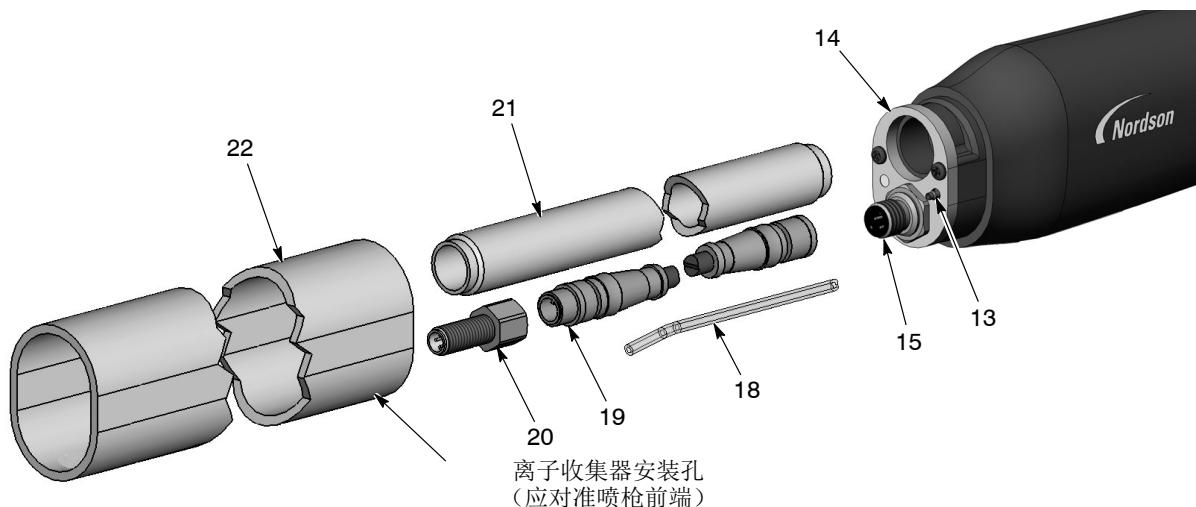
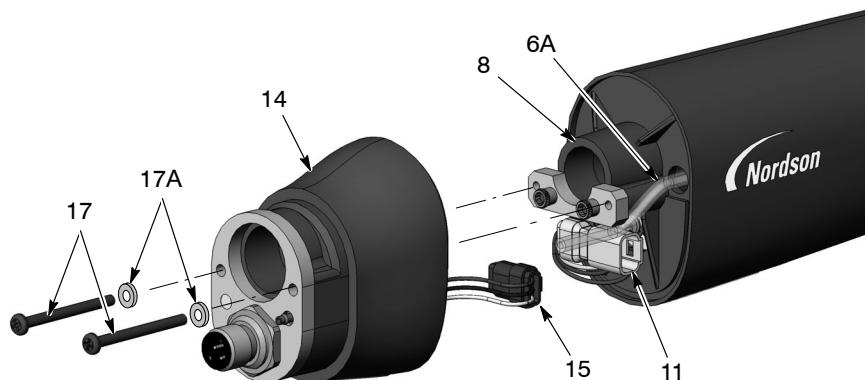
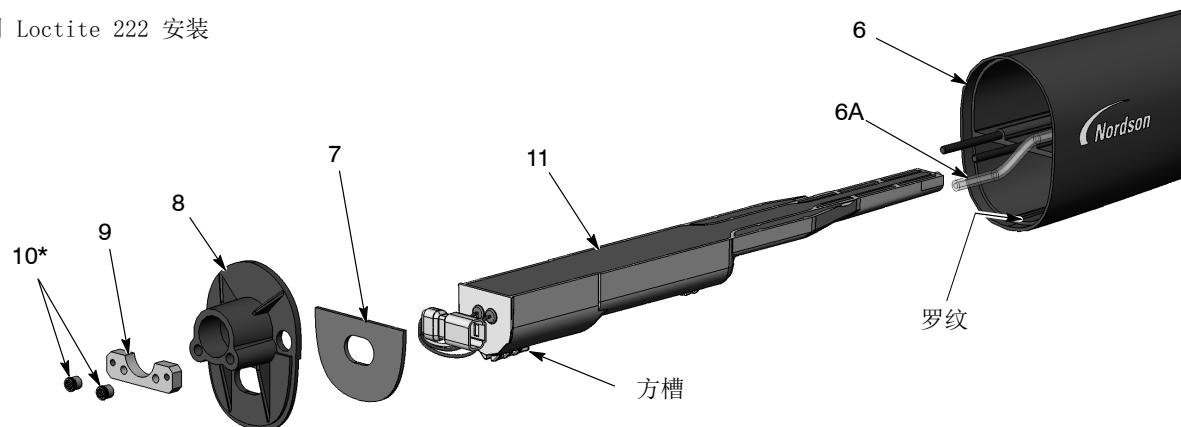

图 18 管座喷枪拆卸 (2/5)
图 19 管座喷枪拆卸 (3/5)
图 20 管座喷枪拆卸 (4/5)
7. 请参见图 18。将安装管（22）从后部枪体组件（14）和固定管（21）上拉出。
12. 请参见图 19。从后部枪体 (14) 上拆下两个内六角螺钉 (17) 和止动垫圈 (17A)。
13. 小心地将后部枪体从隔板 (8) 上拉得足够远，使电源线束 (11) 与插座线束 (15) 断开，并将过滤器组件管 (6A) 与后部枪体中的倒钩接头断开。
14. 请参见图 20。使用 $\frac{1}{8}$ 英寸六角扳手，从隔板 (8) 上卸下两个内六角螺母 (10) 和螺钉板 (9)。然后从枪体 (6) 上拆下隔板，使电源线束穿过隔板。
1. 请参见图 20。将电源 (11) 安装到枪体 (6) 中，确保枪体罗纹与电源上的方槽匹配。将电源牢固地插入枪体。
2. 将电源线束穿过隔板 (8)，然后将隔板和螺钉板 (9) 安装在枪体螺柱上。将 Loctite 222 螺纹锁固胶涂到内六角螺母 (10) 上并将其拧到螺柱上。使用 $1/8$ 英寸六角扳手将螺母拧至 $0.45 \text{ N}\cdot\text{m}$ (64 英寸-盎司)。
3. 请参见图 19。将插座线束 (15) 连接至电源线束 (11)。将线束连接器 (11、15) 塞入后部枪体组件中，如图所示位置。
4. 将过滤器组件管 (6A) 连接到后部枪体内侧的倒钩接头。将其他所有透明空气管道穿入枪体，然后用螺钉 (17) 和止动垫圈 (17A) 将后部枪体安装到隔板上。
5. 请参见图 18。将固定管 (21) 拧入后部枪体 (14)。
6. 将延长电缆 (19) 连接到后部枪体组件中的插座线束。
7. 将 4 mm 透明管 (18) 连接到后部枪体组件上的倒钩接头。
8. 调整安装管 (22) 方向，并使离子收集器孔朝向喷枪前端。